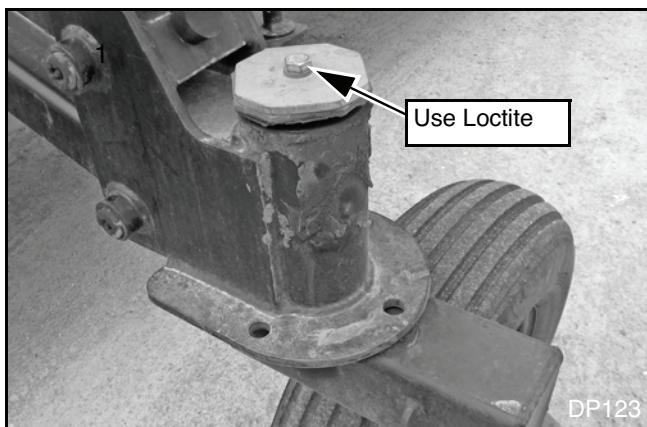

Figura 49. Garfo do rodízio instalado
6. Fixe o conjunto do garfo do rodízio ao conjunto do pivô, Figura 49. Use Loctite no parafuso sextavado.